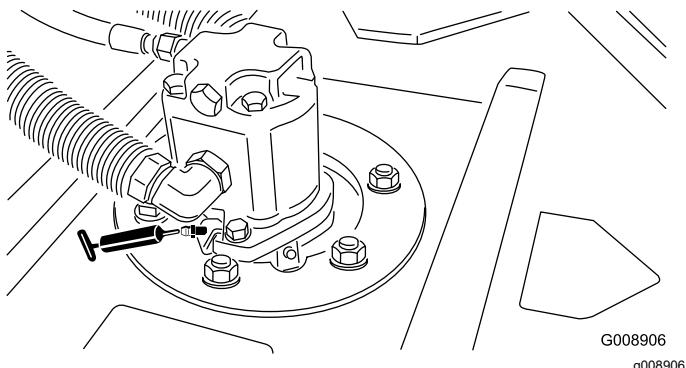

Figura 45
- 2 (por unidade de corte) rolamentos do veio do eixo da unidade de corte (Figura 45)